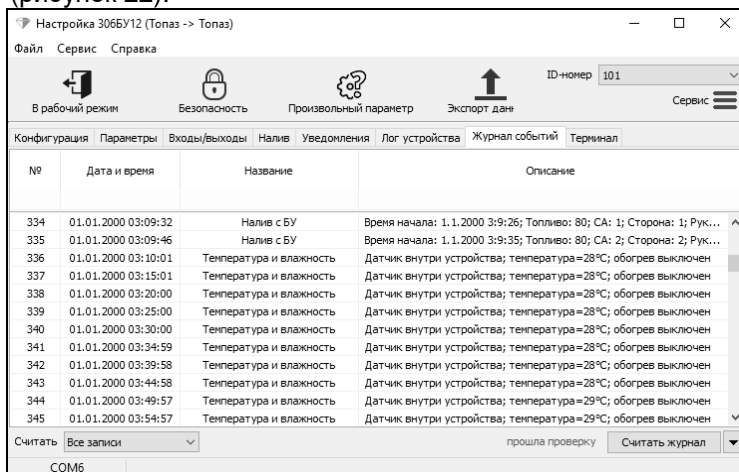

Рисунок 22
9.2 Для считывания журнала событий необходимо выполнить подготовительные действия, описанные в п.п. 7.1, считать конфигурацию устройства, перейти на вкладку "Журнал событий" и нажать кнопку "Считать журнал" (рисунок 22).